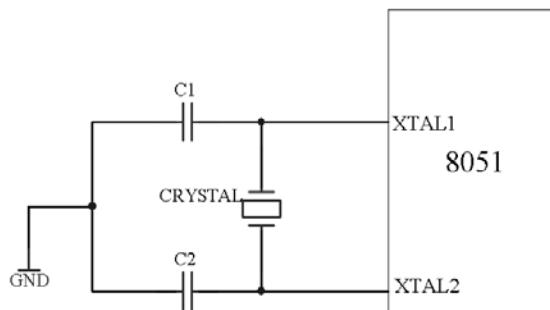

图 1-15 时钟接入电路
- XTAL2 (18 脚): 接外部晶振的另一个引脚, 当采用外部振荡器时, 对 CMOS 单片机, 该引脚接地, 对 HMOS 单片机, 该引脚作为驱动端。图 1-15 所示为 8051 的时钟接入电路。